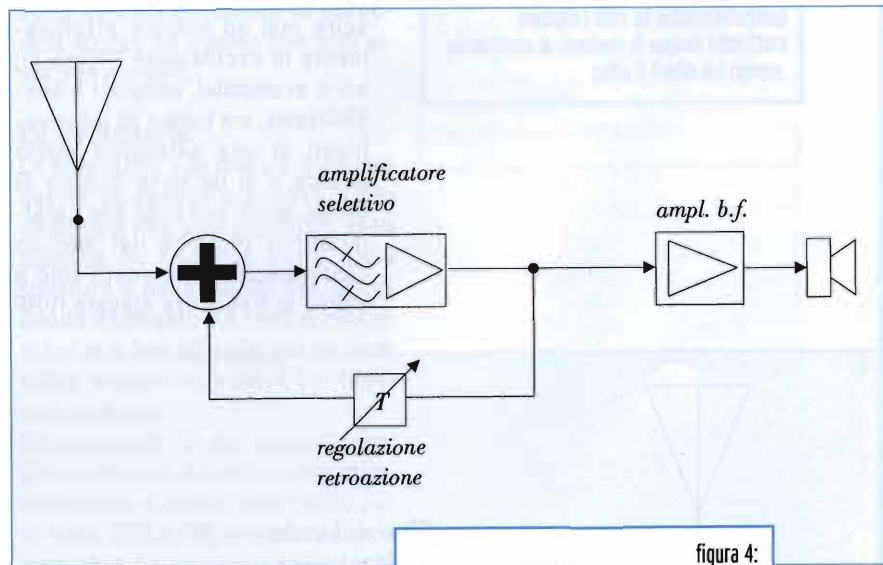

figura 4:
- ricevitori reattivi o rigenerativi (figura 4), nei quali l'ultimo stadio di amplificazione RF viene portato al limite dell'autooscillazione, ottenendo così una selettività molto spinta, unita ad una sensibilità tutt'altro che trascurabile; il difetto principale di questi ricevitori è che sono scarsamente stabili e richiedono una frequente regolazione del tasso di reazione; inoltre, a causa della loro